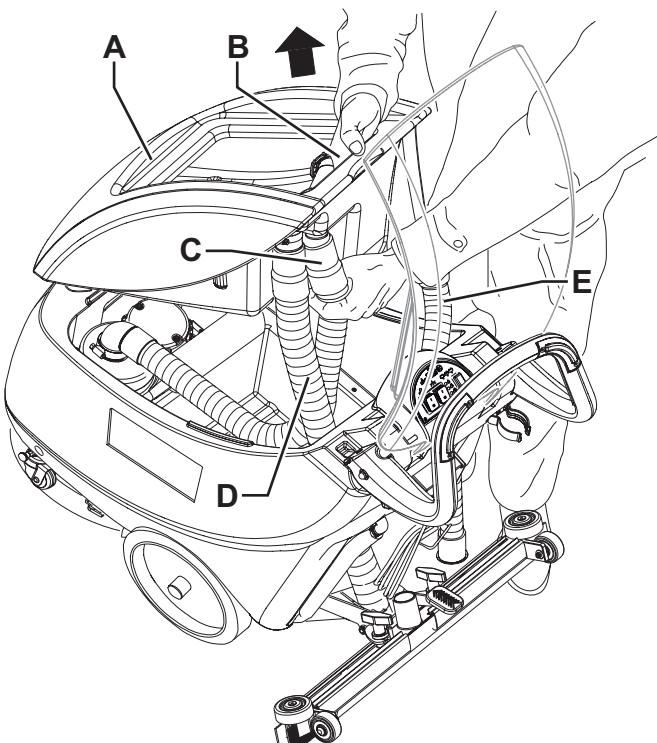

Figure 2
- Déconnecter le tuyau d'aspiration (22) de l'embouchure (11).
- Déconnecter le tuyau de vidange de l'eau de récupération (16) du support (17).
- Ouvrir le couvercle (6).
- Saisir le réservoir de l'eau de récupération (A, Fig. 2) dans la zone (B) et le soulever légèrement.
- Déconnecter le tuyau d'aspiration (C) du réservoir, puis déposer le réservoir (A) avec les tuyaux correspondants (D) et (E).
- Installer les batteries dans la machine selon le schéma de branchement (51).
- Remonter le réservoir (A) en exécutant les étapes de 7 à 11 dans l'ordre inverse.